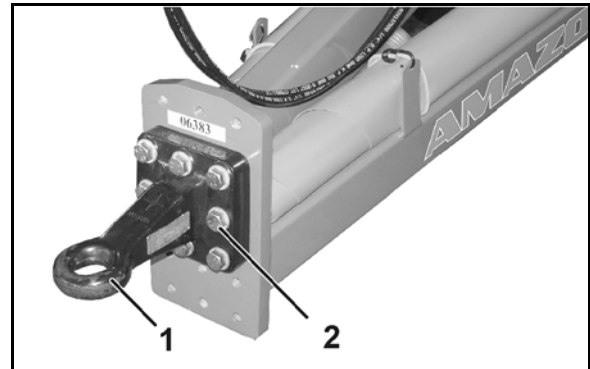

Fig. 48
Høyden på trekkøyet (Fig. 48/1) kan tilpasses traktoren når maskinen er koblet fra.
- o Løsne skruene (Fig. 48/2), og skru fast trekkøyet i ønsket høyde.